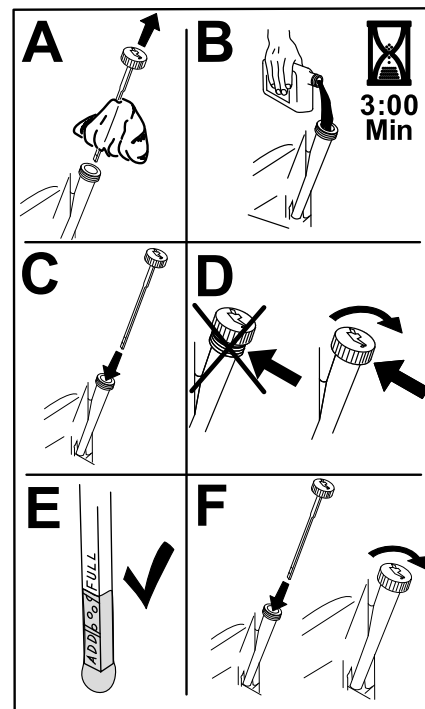

Figure 36
5. Versez lentement environ 80 % de l'huile spécifiée dans le tube de remplissage, puis faites l'appoint lentement jusqu'à ce que le niveau atteigne le repère maximum (Full) (Figure 36).
3. Remplissez le carter moteur d'huile du type correct (Figure 36).